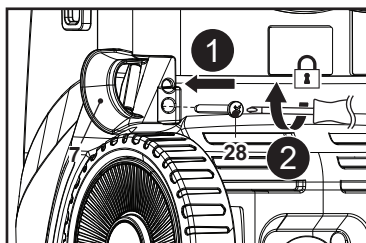

Fig. 2
Aliniaza gaura de montare de pe ghidajul pentru furtun (7) cu baza de pe aparat, apoi foloseste o șurubelniță cu cap în cruce adecvată (nefurnizată) pentru a strânge conexiunea cu șurubul (ST4,8 x 16 cu cap șurub mare) (28) (fig. 2, pașii 1, 2).